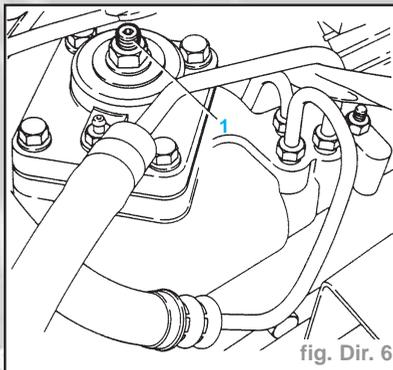

fig. Dir. 6
- Pour effectuer le réglage, faire doucement osciller la biellette pendante autour de son axe pendant qu'un assistant serre lentement la vis de réglage (1) du boîtier de direction (Fig. Dir. 6)